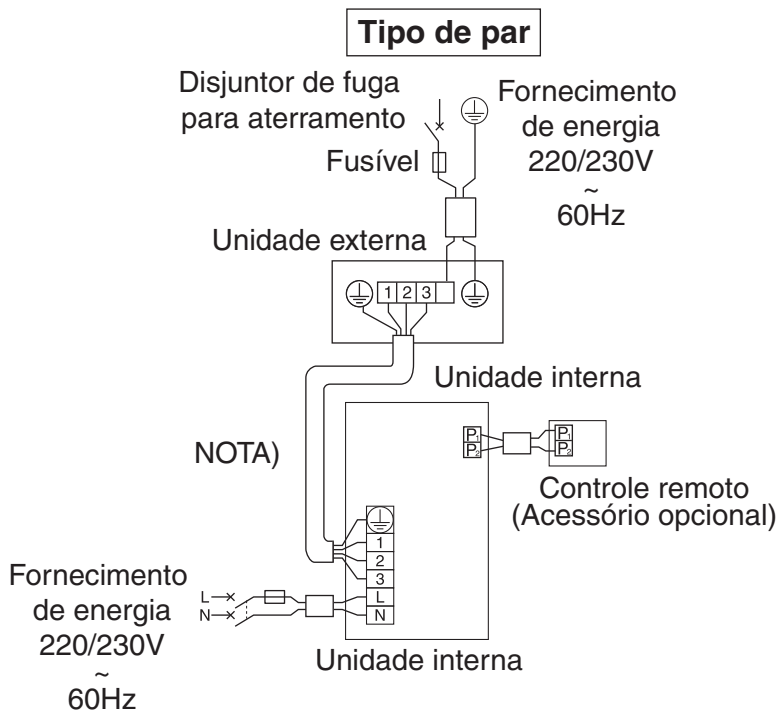

Fig. 25
- **Tipo de par:** Um controle remoto controla até 1 unidade interna. (sistema padrão) **(Consulte a Fig. 25)**